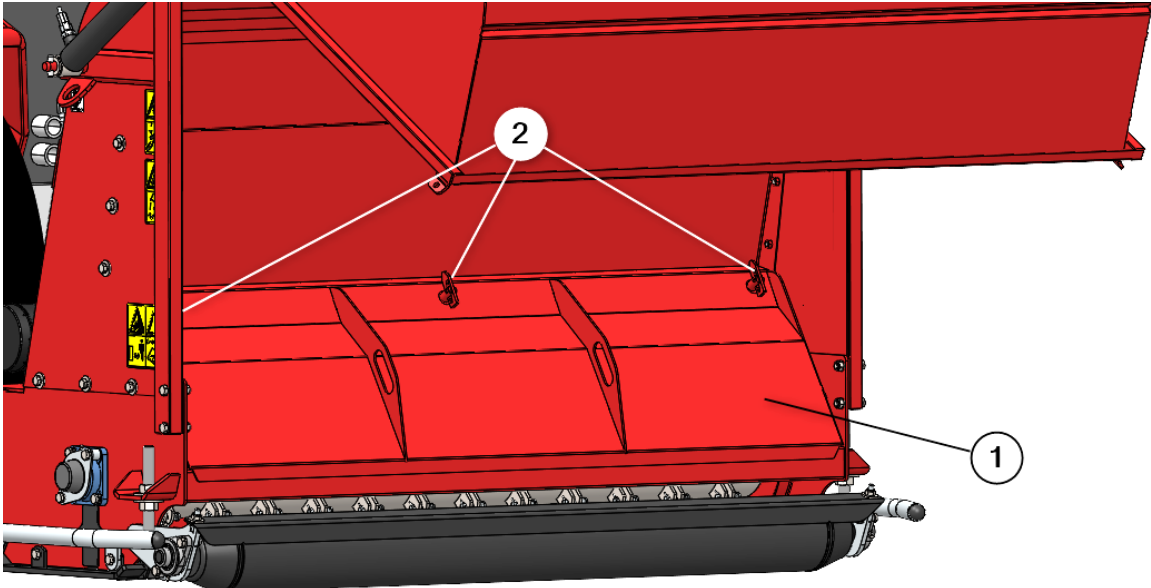

Abb. 10
5. Begeben Sie sich in den Trichterbereich und entfernen Sie die Wartungsabdeckung (1), indem Sie die Verriegelungen (2) entriegeln (Abb. 10).
11. Schließen Sie nach Abschluss der Arbeiten die Wartungsabdeckung (1) und verriegeln Sie die Verschlüsse (2) (Abb. 10).